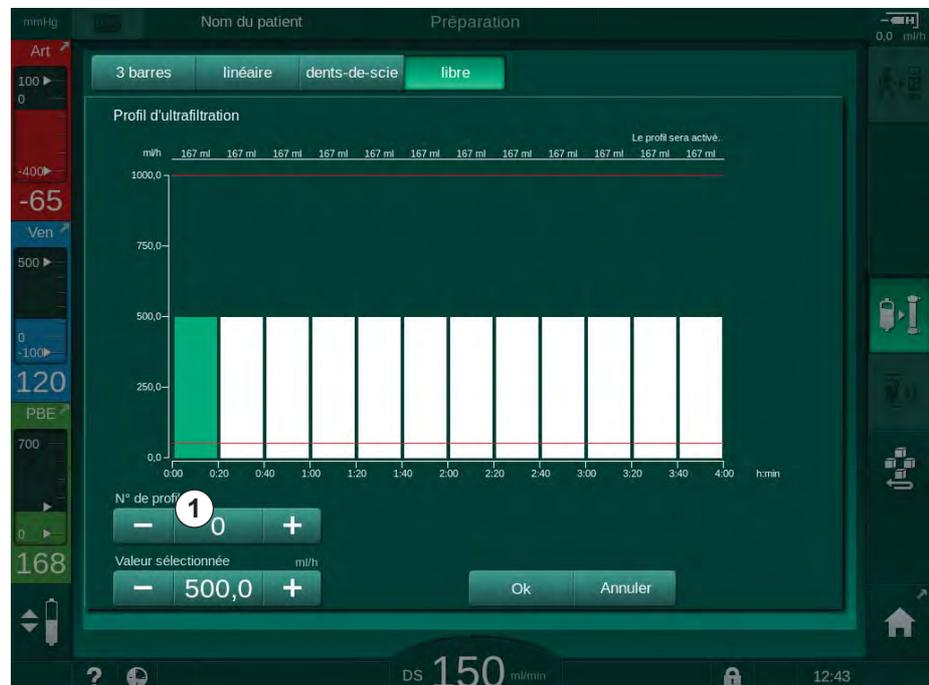

Fig. 5-15 Sélection des profils d'UF
4. Pour sélectionner l'un des 10 profils librement modifiables prédéfinis, toucher la touche + ou – dans la boîte du groupe *N° de profil* (Fig. 5-15, ①) ou entrer le numéro de profil 1 à 10 directement dans le champ.